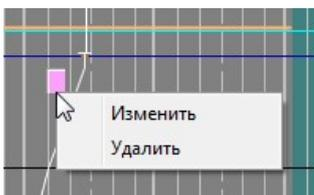

Рис.78. Меню операций с установленной пометкой.
1. Для изменения текста пометки подвести указатель «мыши» к пометке, дождаться изменения цвета пометки и появления всплывающего окна с информацией о пометке и нажать правую клавишу «мыши». Появится всплывающее меню операций с пометками. Выбрать пункт меню «Изменить» (см. рис. 78).